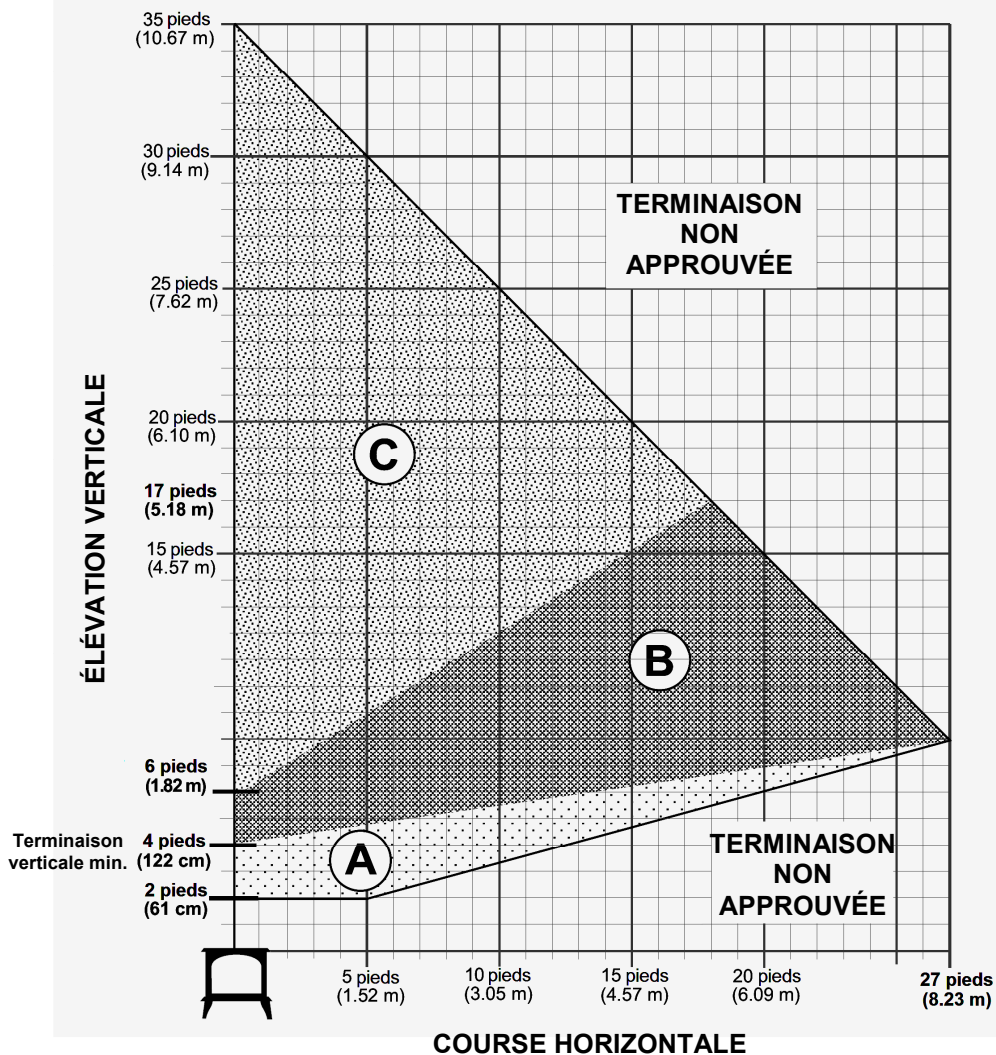

Figure 15. Diagramme des zones de terminaison d'évacuation (gaz naturel et propane).
Le restricteur d'évacuation est une plaque ajustable située dans la sortie d'évacuation de la chambre de combustion. Pour l'ajuster, pivoter le cadran de réglage à l'arrière du poêle, entre sa position préréglée à 100% ouvert (aucune restriction) et sa position la plus fermée (restriction max.). Voir Fig. 14. Sur le cadran de réglage du restricteur, les signes (+) et (-) indiquent une plus ou moins forte restriction, de 0% à env. 70%. Les positions «A, B, C» font référence aux zones de terminaison du diagramme d'évacuation (Figure 15). Utilisez ce diagramme pour déterminer le degré de restriction et le réglage d'obturateurs d'air que vous devriez utiliser.
1. Utiliser le diagramme des terminaisons (Fig. 15) pour déterminer quel réglage de restriction utiliser.
- **AJUSTEZ LE RESTRICTEUR D'ÉVACUATION À LA POSITION SELON LA ZONE DE TERMINAISON D'ÉVACUATION DU DIAGRAMME (Fig. 15). Si la terminaison d'évacuation aboutit vis-à-vis une limite (ligne) de zone, utiliser la position la moins restrictive. Par exemple, si la terminaison a 10 pi (Vertical) et 7 pi (Horizontal), régler le restricteur à la Position B (et non C).**
Les lettres encadrées du diagramme des terminaisons d'évacuation (figure 15) correspondent au réglage du restricteur d'évacuation du poêle. Déterminez d'abord quelle zone de terminaison d'évacuation correspond à votre installation, puis ajustez la plaque de restriction à la position correspondante montrée à la figure 15.
- La terminaison d'évacuation doit aboutir à l'intérieur des zones ombrées du diagramme d'évacuation de la figure 15 (page 11).
- Toute terminaison d'évacuation horizontale doit se situer à l'intérieur de la portion ombrée du diagramme d'évacuation de la figure 15.